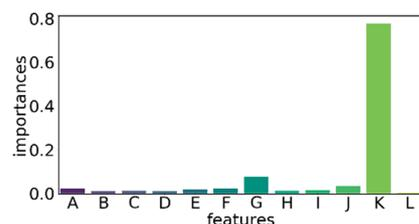
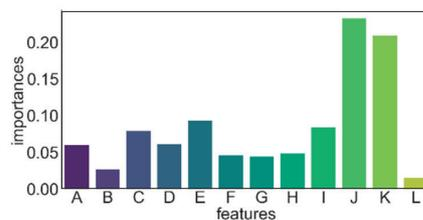

図3 初期色変化の特徴量重要度（色変化 = $10\log_{10}(b^*/\text{値平均値} / b^*/\text{値標準偏差})^2$ ）
図4 カビ発生有無の特徴量重要度
- データ解析の結果、塗料を調製した範囲において、耐候性試験初期の色変化については、紫外線吸収剤と塗布木材の種類が重要な特徴量であることが分かった（図3）。カビの発生については、塗料の塗布量、木材種、乾燥剤、防カビ剤が重要な特徴量であることが分かった（図4）。